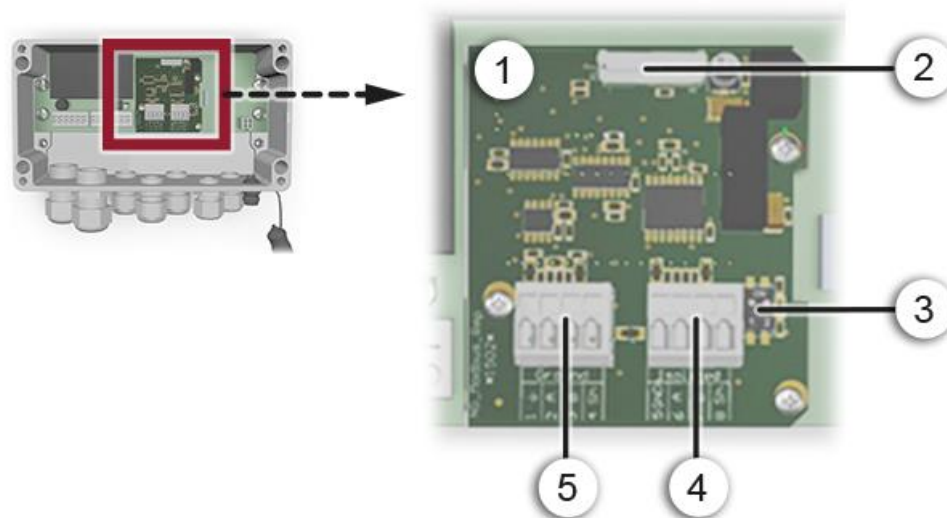

Figure 14: vue du module Modbus RTU dans le SIPOINT 2
①	Interface bus (circuit imprimé de raccordement) pour Profinet IO	②	Fiche de raccordement vers le circuit SIPOINT 2
③	Port Ethernet 1	④	Port Ethernet 2
- Si le photomètre se trouve en fin de boucle, le commutateur DIL S2/1 sur le module de connexion doit être en position active ON (Figure 14 **Fehler! Verweisquelle konnte nicht gefunden werden.**, pos. 3).